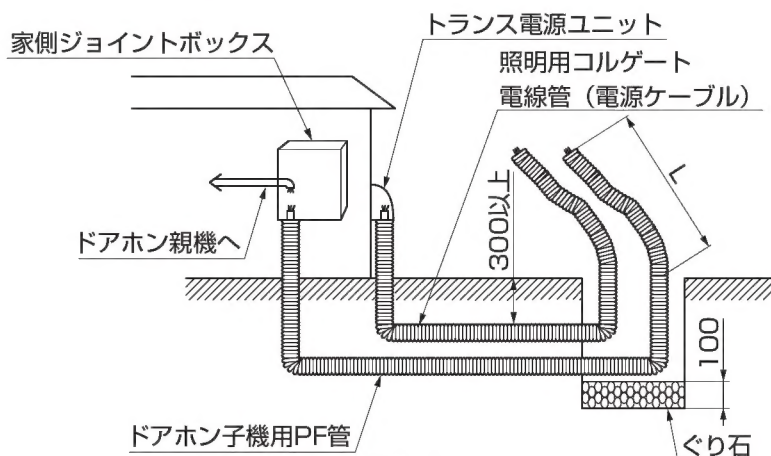

図3-1
- 配管の立上がりと配線の長さは図3-1、図3-2を参照してください。（図3-2はG.L.上の寸法目安です。）